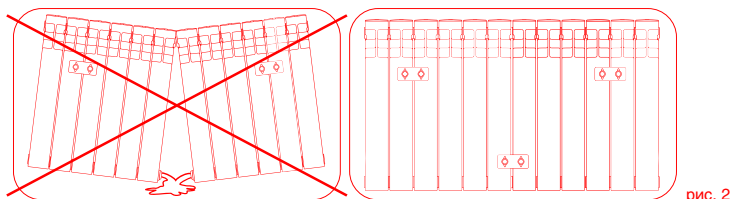

рис. 2
3. Монт ж р ди тор н стену (рис. 2)